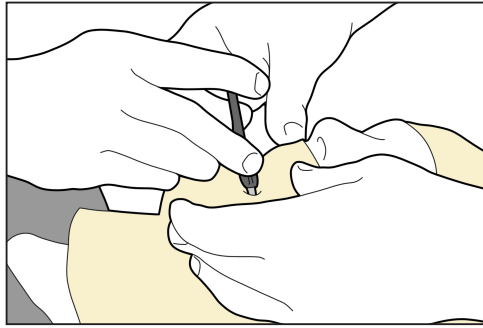

図12
3. マスクがまだ成形可能な間に、マスクを通してバイトプレートを患者の口に挿入します(図12)。
4. ガイドを使用してバイトプレートを適切な深さまで挿入します(図12)。